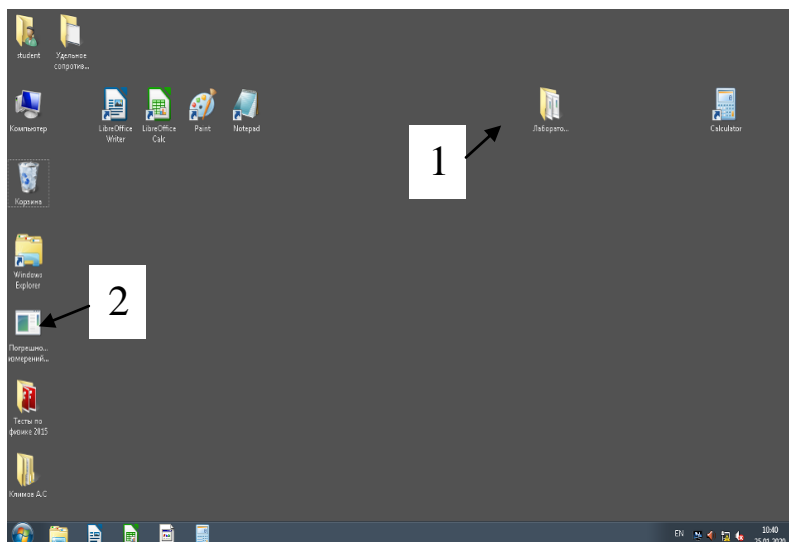
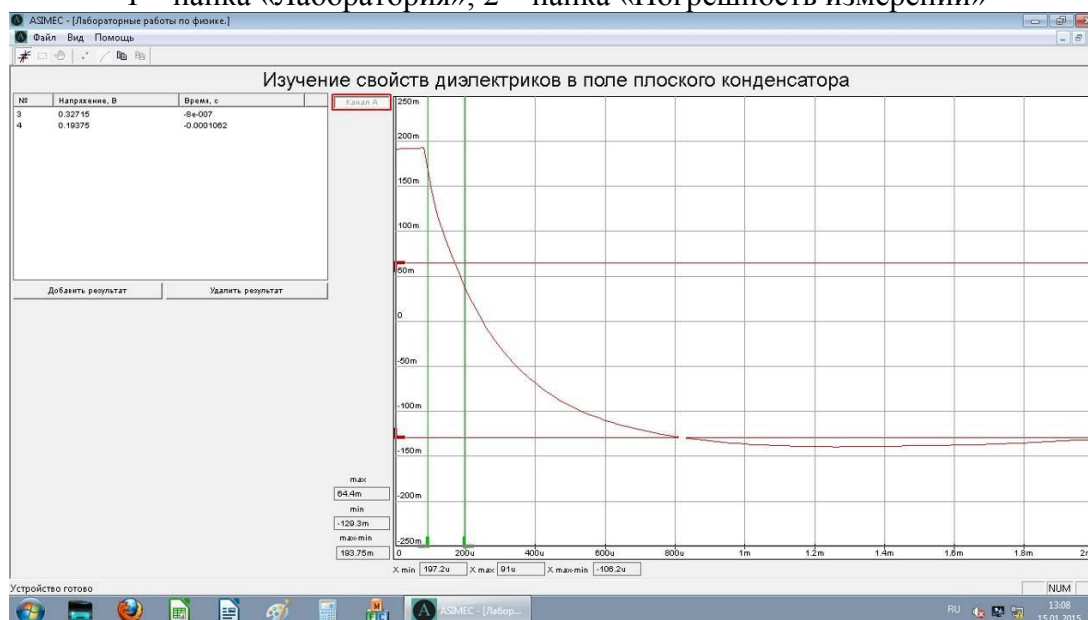

Рисунок 4.2 – Вид экрана монитора:
Рисунок 4.3 – Вид экрана монитора (Стенд)
4.1.6 На рабочем столе (рисунок 4.2) экрана монитора после загрузки щелкнуть дважды левой кнопкой мышки на папке «Лаборатория». В открывшемся окне выбрать из списка лабораторных работ «Изучение свойств диэлектриков в поле плоского конденсатора» и по ней дважды щелкнуть мышкой. Во вновь открывшемся окне появится **стенд** (панель) данной лабораторной работы (рисунок 4.3), на котором расположены экран осциллографической трубки, электронная таблица и набор кнопок управления.